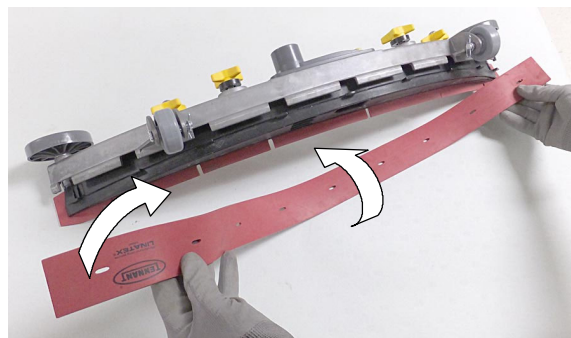

ABB. 125
4. Drehen Sie das hintere Blatt auf eine neue Wischkante (Abbildung 125). Sie müssen die Schlitzte im Blatt mit den Laschen der Halterung abgleichen.